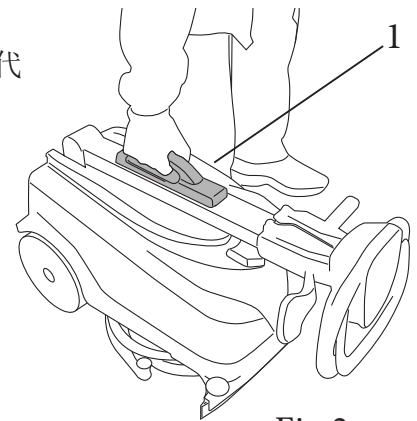

Fig.2
- 抓住把手（图2，编号1），将机器从包装中提起抽出，放置在地面上。